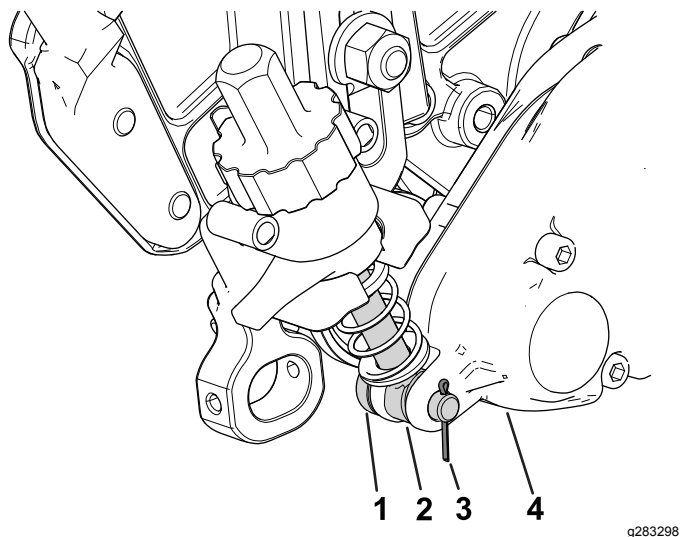

Figura 12
- Empurre a barra do conjunto dos braços de ajuste junto da caixa de transmissão do rastelo no espaço na caixa de transmissão e prenda-a com um pino de ajuste e perno de gancho (Figura 12).